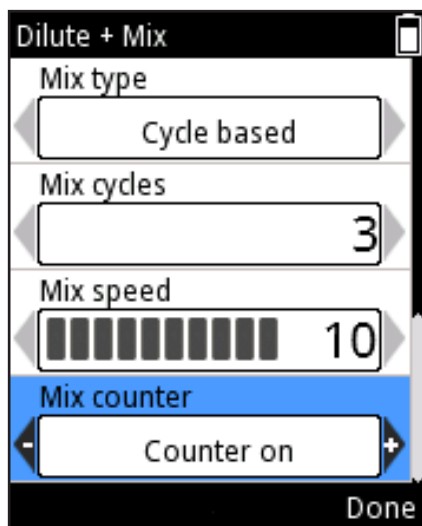

図 D33
9. スクロールして **Counter**(カウンター) を選択し、**Counter off / on**(カウンターオフ/オン) を 、 を使って選択します(図 D33)。